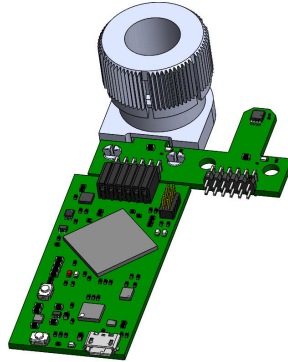

图 3-10. EVM 上的旋转和推送模块
- b. 将旋转和按压模块连接到 EVM 以进行使用 (请参阅图 3-10)。有关如何使用该模块的更多详细信息，请参阅节 3.2.2。
1. 将旋转和按压模块连接到 EVM，如图 3-10 所示。